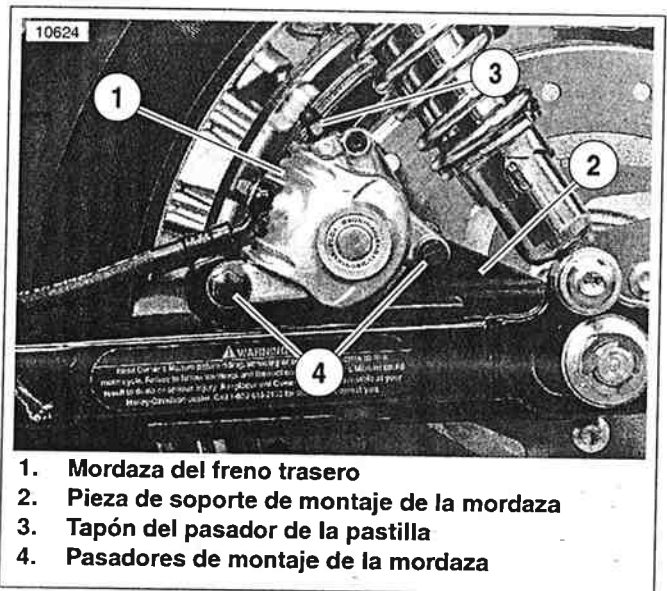

Figura 1-28. Conjunto de la mordaza trasera
3. Vea la Figura 1-28. Quite el tapón del pasador de la pastilla (3).
11. Vea la Figura 1-28. Instale el tapón del pasador de la pastilla (3). Apriete a 2,0-2,9 N·m (18-25 lb-pulg.).